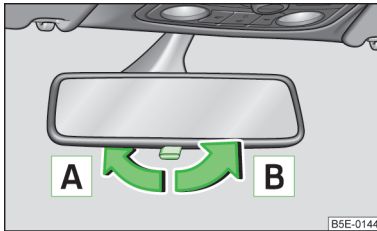

Abb. 47
- Den Hebel an der Spiegelunterkante in Richtung Frontscheibe einstellen (der Spiegel blendet ab) **A** » Abb. 47.